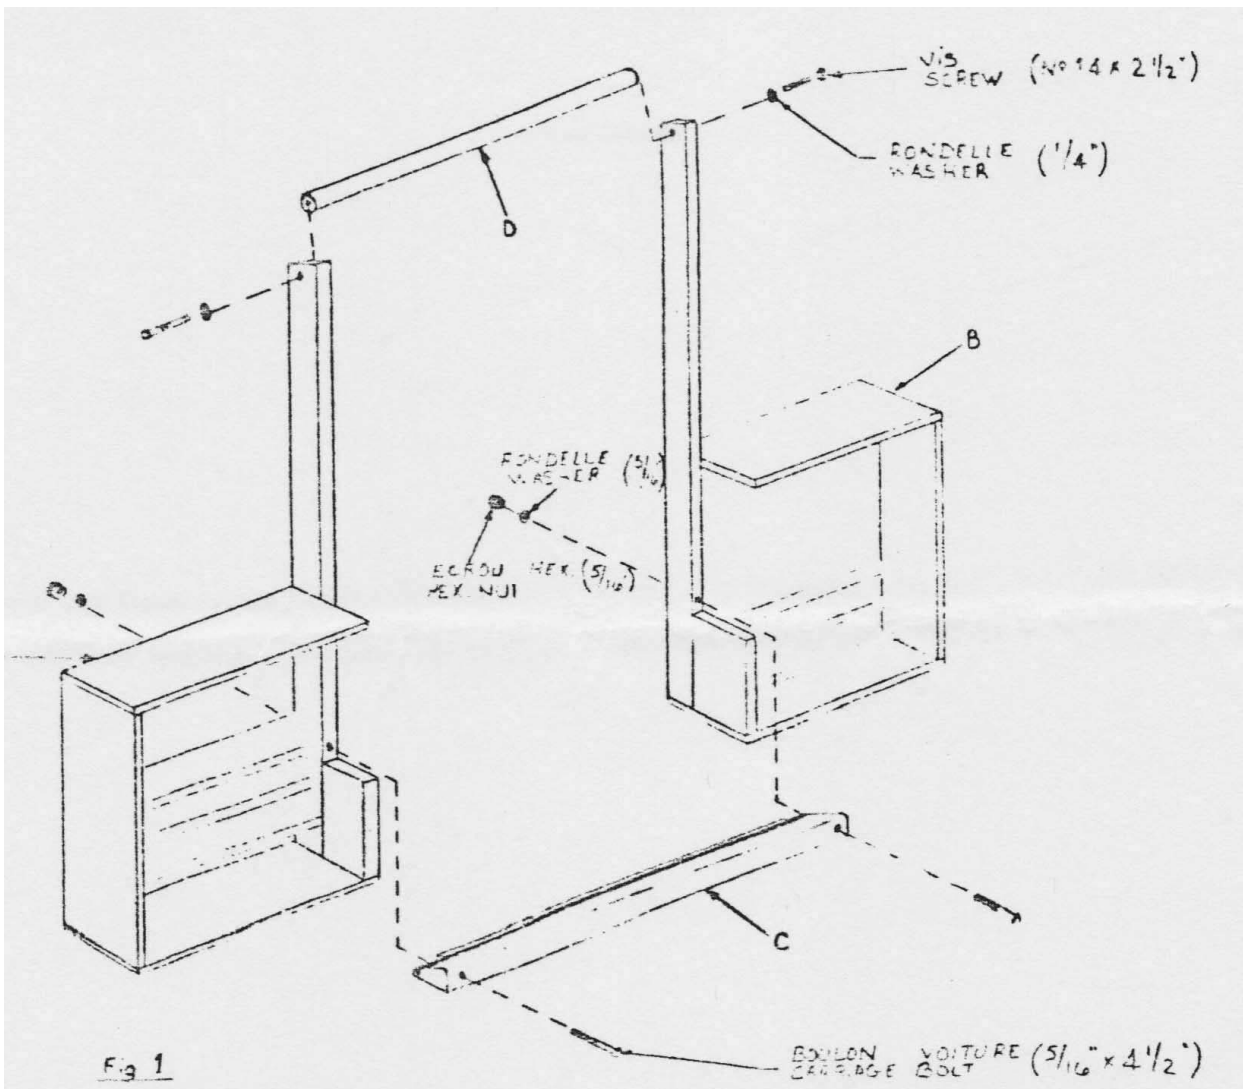

Fig 1
Place the ends "A" and "B" with a sufficient spacing between them. Screw the shuttle race "C" with two (2) carriage bolts  $5/16"$  X  $4\ 1/2"$ . Tighten with a washer  $5/16"$  and a hexagonal nut  $5/16"$  (Fig. 1).
Place the upper roller "D" with two (2) screws No 14 X  $2\ 1/2"$  and two (2) washers  $1/4"$  (Fig. 1).
Installer les bouts "A" et "B" suffisamment espacés, puis fixer la semelle "C" avec deux (2) boulons voiture 5/16" X 4 1/2". Serrer fermement avec une rondelle 5/16" et un écrou hexagonal 5/16" (Fig. 1).
Installer la traverse supérieure "D" avec deux (2) vis No. 14 X 2 1/2" et deux (2) rondelles 1/4" (Fig. 1).